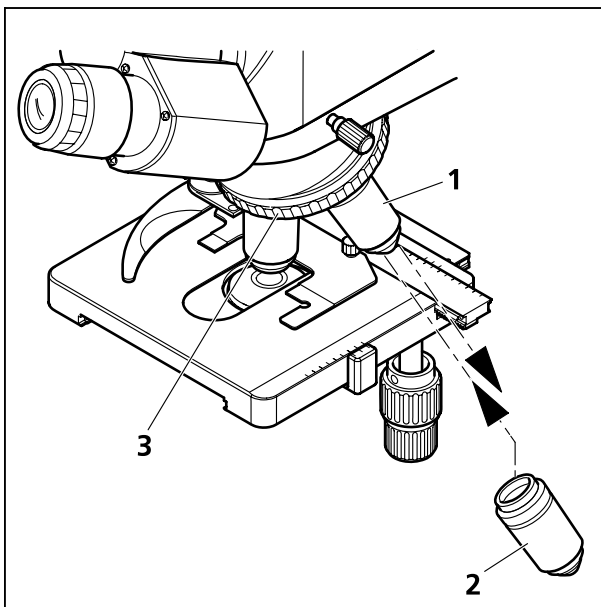

图 29 更换物镜
- 通过转动物镜转换器 (图 29/3) 把要换下的物镜 (图 29/1) 转到侧位。
- 把需要换上的物镜（图 29/2）插入物镜转换器，旋紧到底。